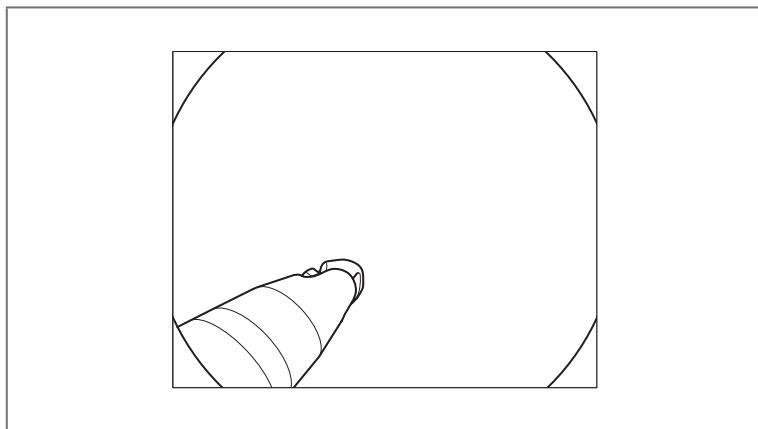

Рис. 4.3
- Медленно введите эндоскопическое устройство и убедитесь, что дистальный конец эндоскопического устройства находится в поле зрения. (см. рисунок 4.3)